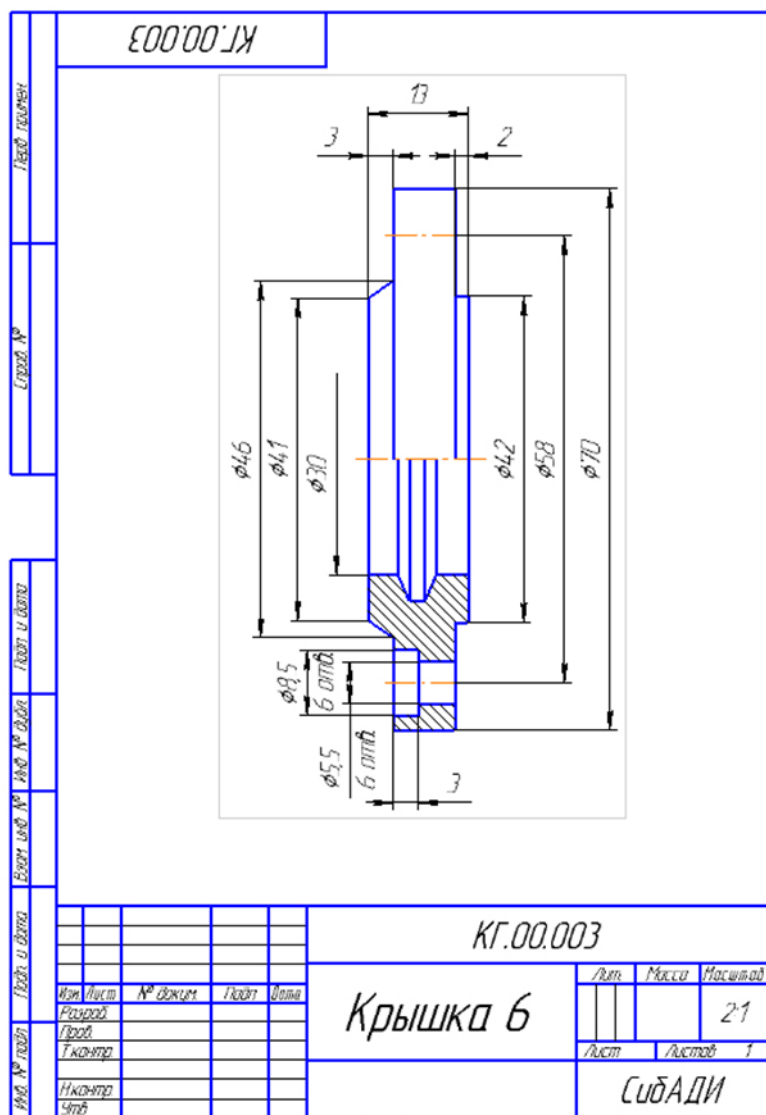

Рис. 4.14. Рабочий чертеж «Крышка 6»
- Откройте рабочий чертеж «Крышка 6», который находится в папке ... \Рабочие чертежи\ Крышка 6 \_ КГ.00.003 (рис. 4.14).